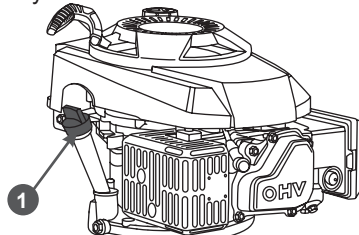

Рис. 17 Крышка-щуп маслосаливной горловины
5. Осторожно открутите крышку-щуп 1 (Рис. 17) маслосаливной горловины, протрите его насухо и отложите в сторону.